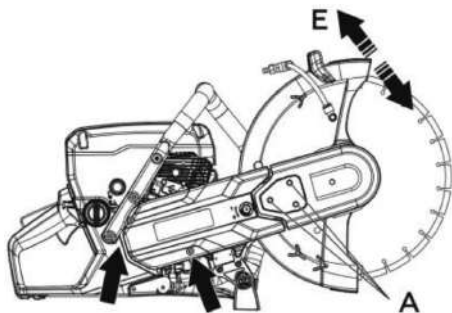

Рис. 51
3. Замените приводной ремень. Поверните натяжитель ремня (В) в положение «1», чтобы натянуть приводной ремень (рис. 51).